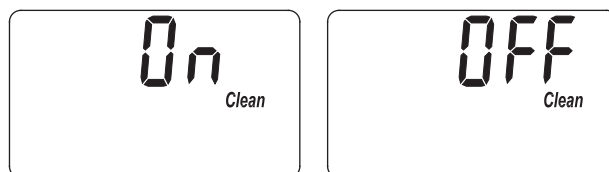

FIG. 31
1. Appuyez sur le bouton PROGRAM (programmer) et maintenez-le enfoncé jusqu'à ce que l'écran de la figure 29 s'affiche. Une fois l'écran affiché, appuyez deux fois sur le bouton PROGRAM (programmer) et l'un des deux écrans de la figure 31 s'affichera.